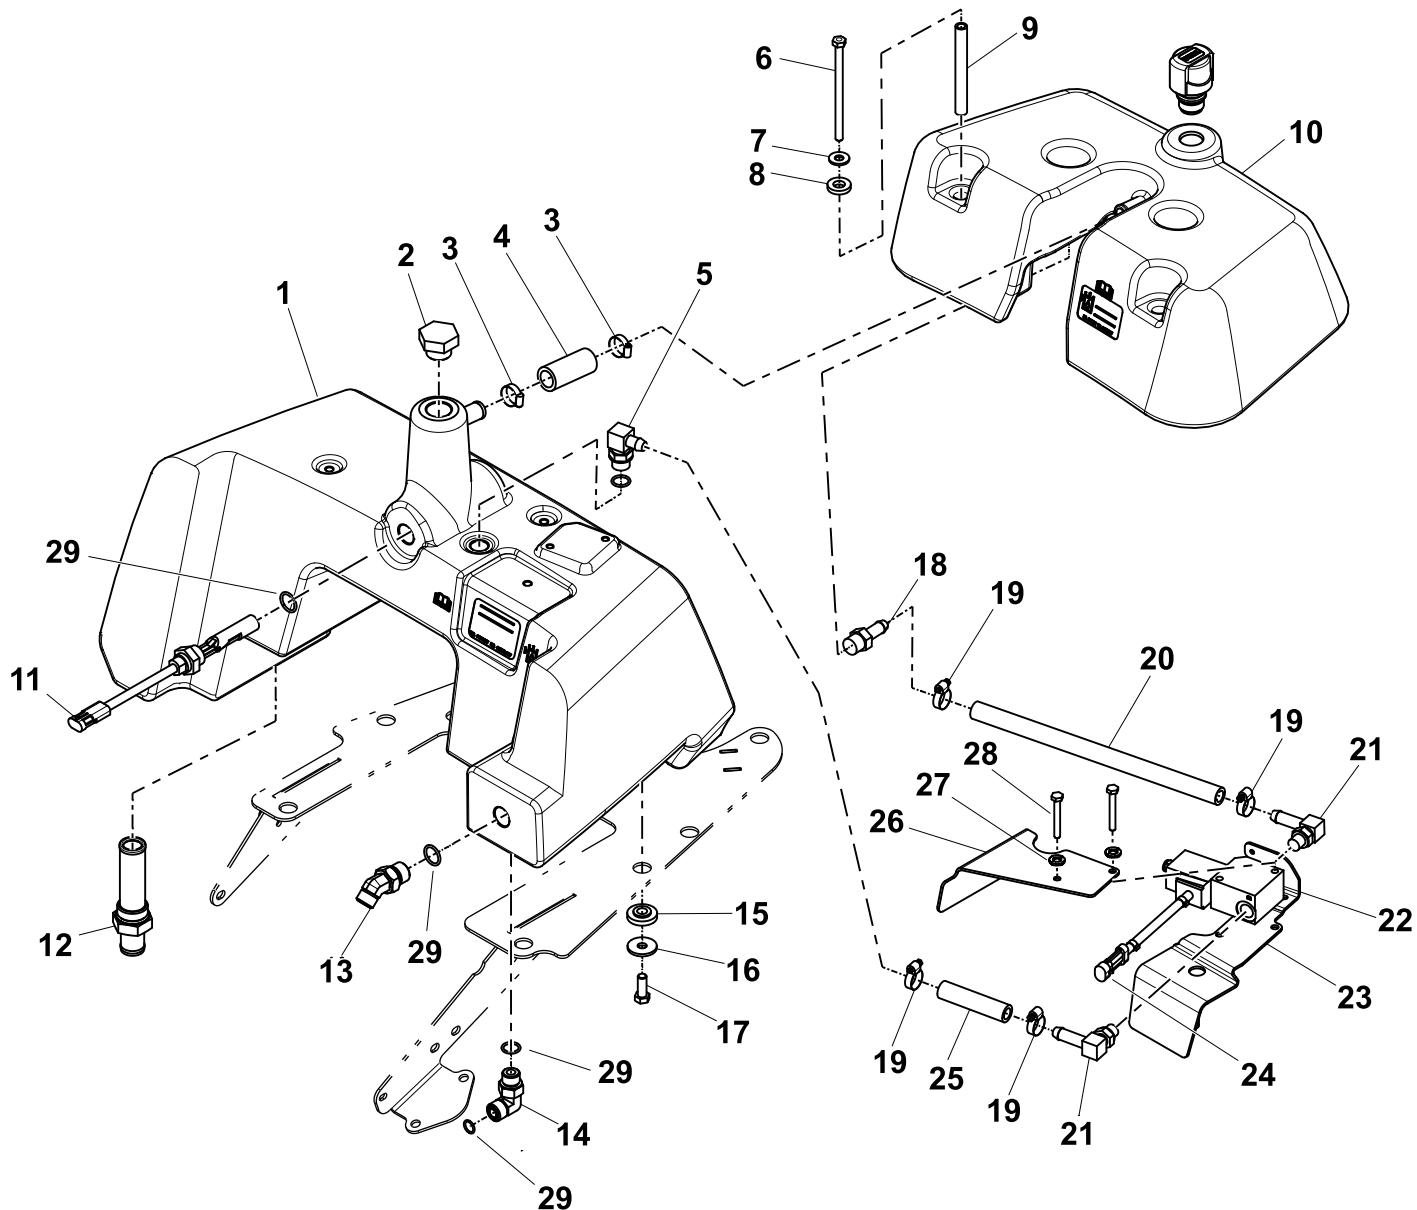

図3
- 注** レベルセンサーとソレノイドコイルの場所については、図 3 リークディテクタのタンクを取り外す \(ページ 4\) を参照。
手順については図3を参照してください。
手順については図3または図4を参照してください。
手順については図 3または図 4を参照してください。